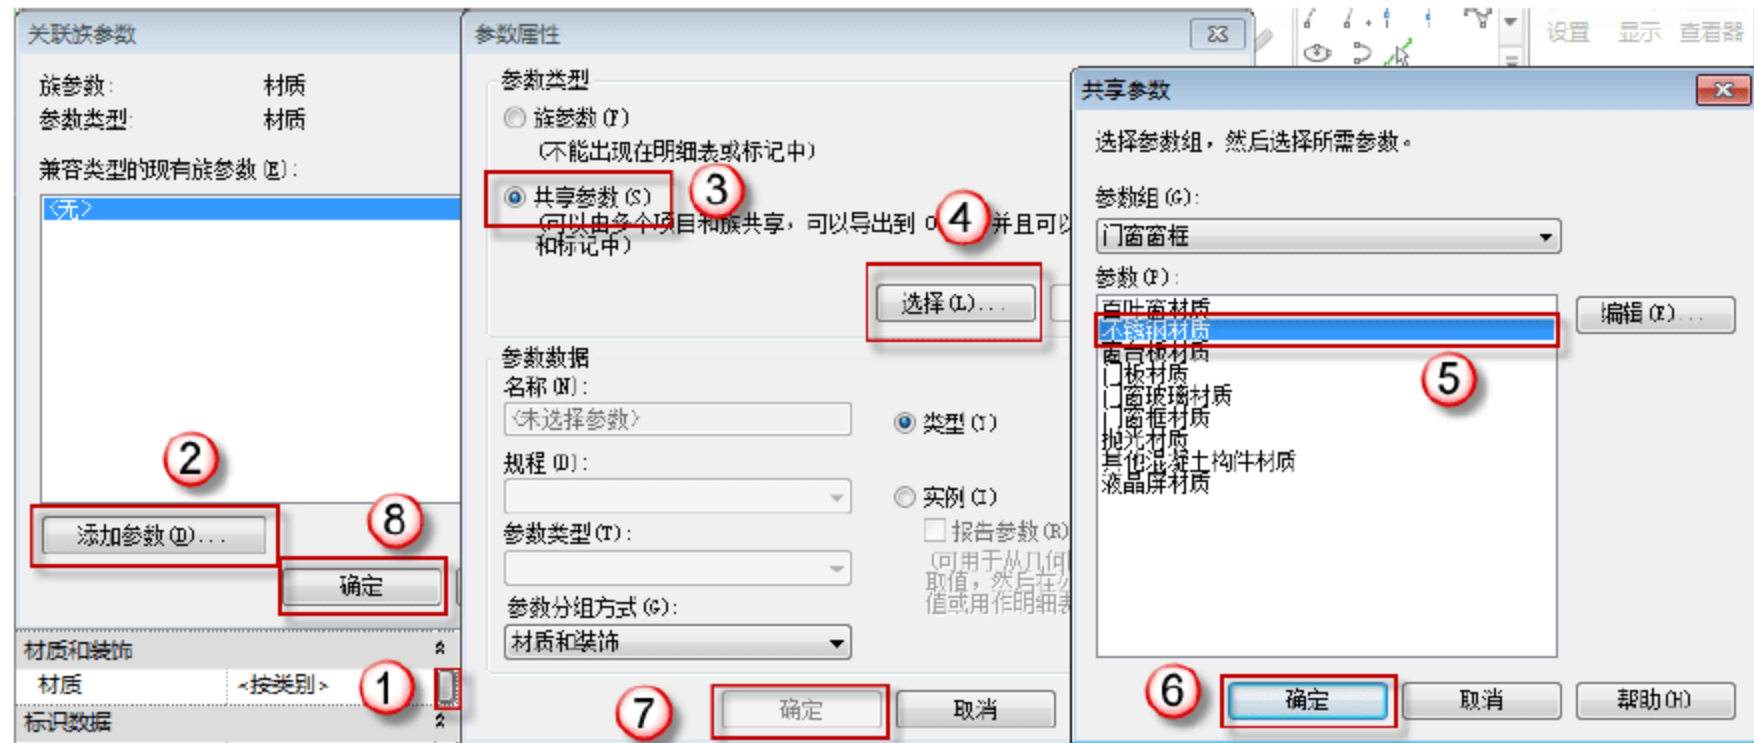

图 8.4.9 设置电梯门材质
(8) 设置电梯门材质。单击“属性”面板中“材质”栏的“关联族参数”按钮，在弹出的“关联族参数”对话框中单击“添加参数”按钮，在弹出的“参数属性”对话框中选中“共享参数”单选按钮，再单击“选择”按钮，在弹出的“共享参数”对话框的“参数”列表框中选择“不锈钢材质”选项。最后单击“确定”按钮，返回“左”立面视图。单击“完成编辑模式”按钮，完成电梯门的创建，如图 8.4.9 所示。